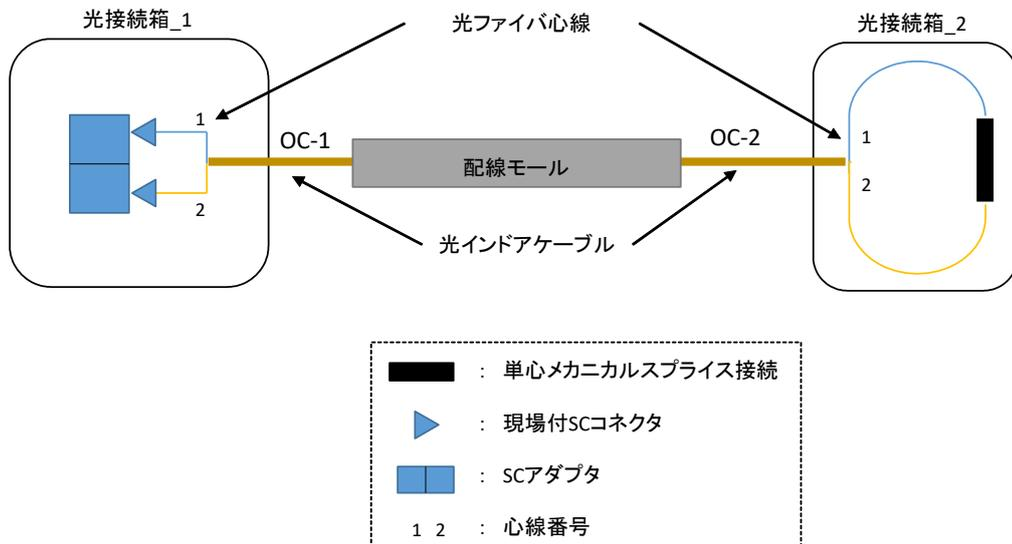

図2 光ファイバ心線接続図
- ・ 光接続箱_1で、光インドアケーブル端を約1m口出し、図2に従ってSCコネクタを成端シアダプタに接続すること。アダプタは所定の場所に固定する。
- ・ 光接続箱_2で、光インドアケーブル端を約1m口出し、図2に従って心線を接続し収納する。